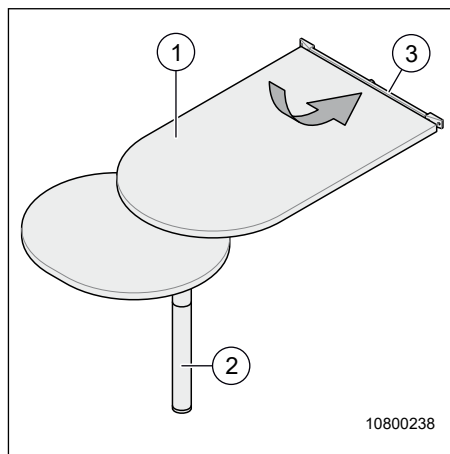

Fig. 18 Demonterbart bord
1. Lyft bordsskivan (Fig. 18, pos. 1) något.
**Se upp:** Benets nedre del (Fig. 18, pos. 2) är endast isatt och kan falla ur.
2. Ta bort benets nedre del (Fig. 18, pos. 2).
3. Håll bordskivan (Fig. 18, pos. 1) med båda händerna och ta bort den ur fästskenan (Fig. 18, pos. 3).
Se upp: Bordskivan (Fig. 18, pos. 1) är fasthängd och kan falla ner om den lyfts för högt.
1. Lyft bordet (Fig. 18, pos. 1) något, tills kuggningen lossar.
Se upp: Benets nedre del (Fig. 18, pos. 2) är endast isatt och kan falla ur.
2. I upplyft läge kan bordet (Fig. 18, pos. 1) skjutas till önskat läge.
3. Sänk åter ned bordet (Fig. 18, pos. 1) och kontrollera att det låser fast i kuggningen.
4. Lyft bordet (Fig. 18, pos. 1) lätt med en hand.
**Se upp:** Benets nedre del (Fig. 18, pos. 2) är endast istoppad och kan falla ur.
5. Ta bort benets nedre del (Fig. 18, pos. 2) och förvara den på en säker plats.
6. Lyft bordet (Fig. 18, pos. 1) med båda händer och haka loss det från den övre väggskenan.
7. Luta bordet (Fig. 18, pos. 1) något, haka fast det i den nedre väggskenan och sänk därefter ner det.